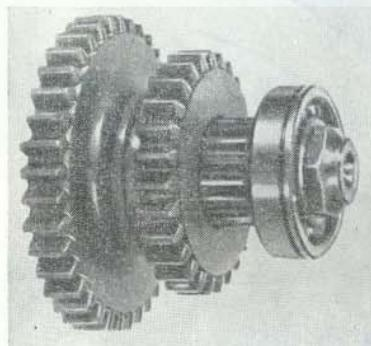
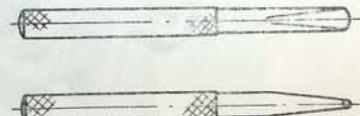
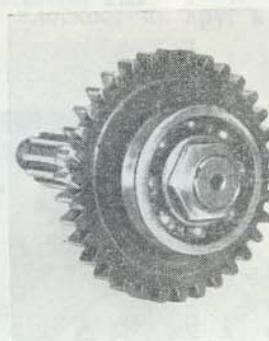

Рис. 121. Промежуточный вал в сборе
Рис. 122. Профиль инструмента для раскернивания гаек
Рис. 123. Вал привода переднего моста в сборе
3. Напрессовать на вал задний подшипник 11 так, чтобы канавка для стопорного кольца была смещена в сторону гайки (рис. 121).
4. Завернуть гайку до отказа и застопорить ее закерниванием в один паз вала (рис. 121). Для раскернивания применять только инструмент с закругленными кромками (рис. 122).
2. Завернуть гайку и застопорить ее раскерниванием в один паз вала (рис. 123). Для раскернивания применять только инструмент с закругленными кромками (рис. 122).